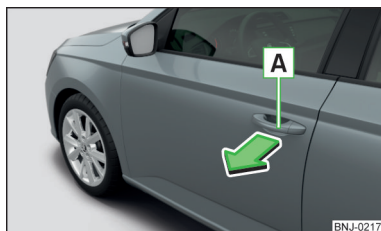

Fig. 33
- Per l'**apertura dall'esterno** sbloccare il veicolo e tirare la maniglia della porta **A** in direzione della freccia » fig. 33.